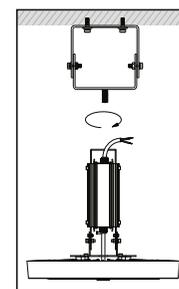

Рис. 3
- Вставьте шпильку кронштейна в специальное отверстие в скобе драйвера в верхней части осветительного прибора и надежно затяните с помощью гайки M12 (рис. 3).